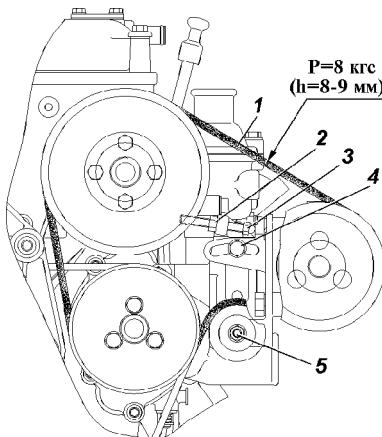

Рис. 36. Ремень привода вентилятора и насоса гидроусилителя рулевого управления:
- ослабить болт 4 (рис. 36), гайку 5 и контргайку 2;